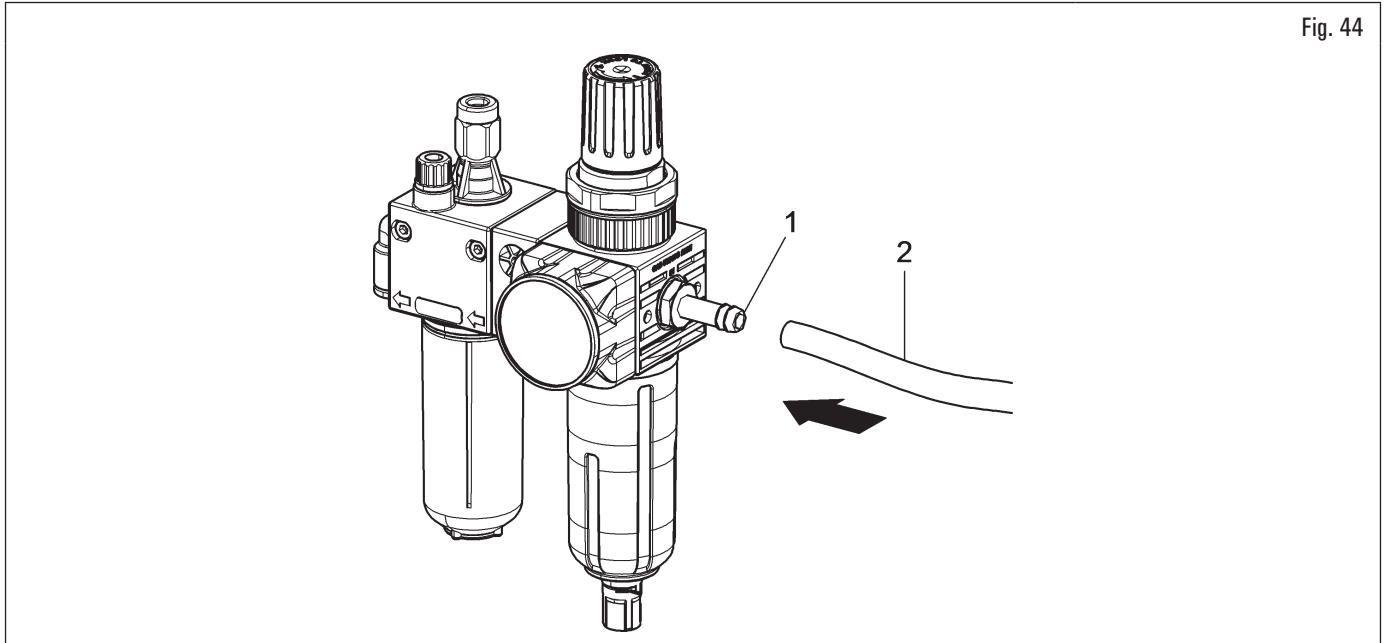

Fig. 44
Conectar la alimentación neumática de red mediante empalme (Fig. 44 ref. 1) ubicado en el conjunto filtro del equipo. El tubo de presión (Fig. 44 ref. 2) procedente de la red debe tener un diámetro interior mínimo de 10 mm (3/8") y un diámetro exterior mínimo de 19 mm (véase Fig. 44) para tener suficiente caudal (véase Fig. 44).